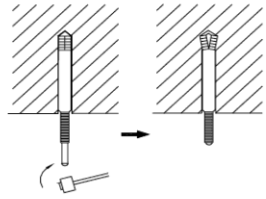

Abb. 7
- (3) Stecken Sie die Ankerschrauben in die Löcher, und schlagen Sie die Stifte mit einem Hammer in die Schrauben ein. (Abb. 7)